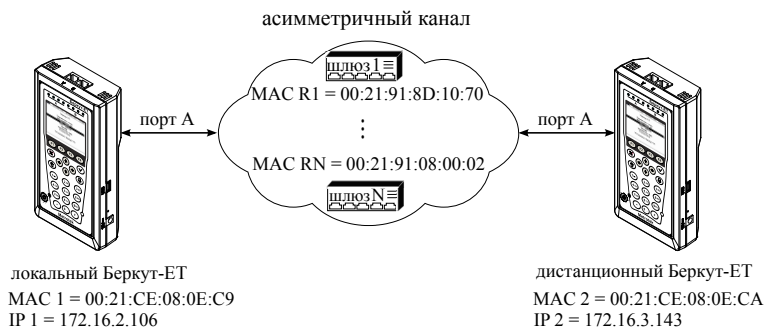

Рис. 7.34. Типовая схема подключения
На рис. 7.34 рассмотрена типовая схема подключения приборов к тестируемой сети с использованием порта А. Для порта В схема подключения будет аналогичной.
2. Подключить локальный **Беркут-ЕТ** и дистанционный **Беркут-ЕТ** по схеме, представленной на рис. 7.34.